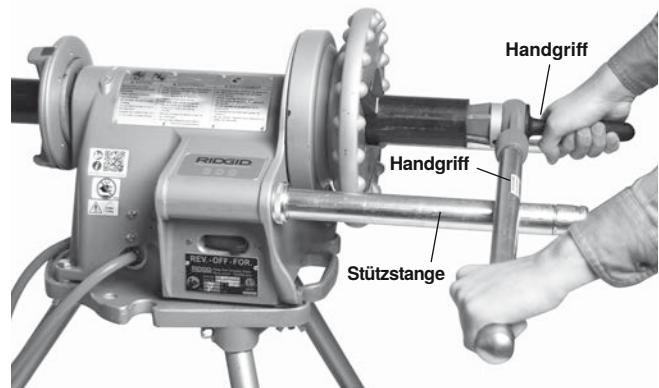

Abbildung 16 - Innenrohrfräsen mit Handreibahle, (Griff des Innenrohrfrässers in Kontakt mit der Stützstange halten)
2. Setzen Sie den Innenrohrfräser in das Rohrende ein, wie in Abbildung 16 gezeigt. Legen Sie den Griff des Innenrohrfrässers auf die Stützstange auf der Schalterseite und halten Sie den Griff des Innenrohrfrässers mit der rechten Hand.